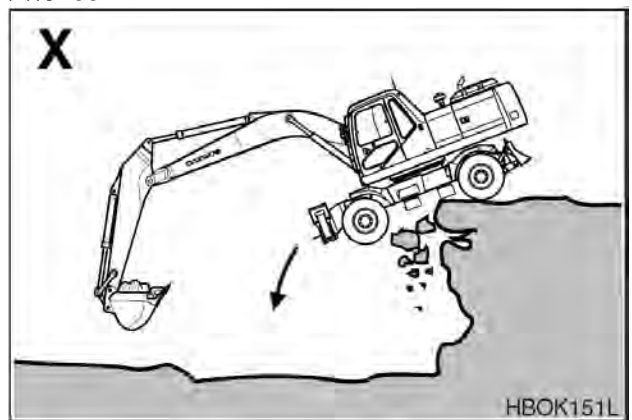

Рис. 61
10. НЕ ПРОВОДИТЬ экскаваторные работы под машиной. (Рис. 61)